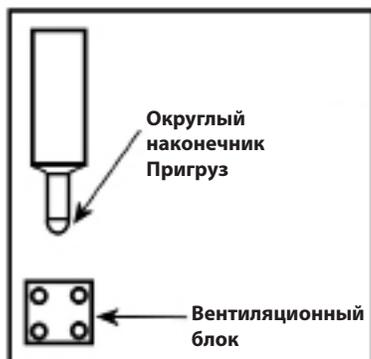

Рис. 10. Правильное расположение деталей
4. Осмотр вентиляционного блока. Снимите звукопоглощающее устройство и заднюю часть вентиляционного блока, чтобы осмотреть пригруз и вентиляционный блок. Убедитесь, что нижний конец пригруза имеет округлую форму, а вентиляционный шар не отделен (рис. 10 и 11).